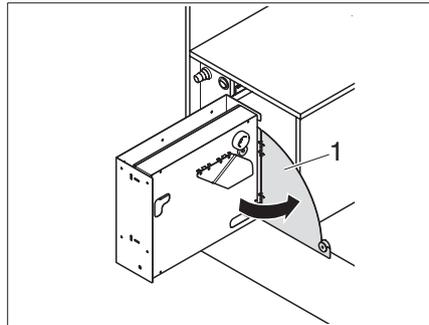

Fig. 75 Ruotare la parete laterale
- ▶ Ruotare la parete laterale (Fig. 75,1).